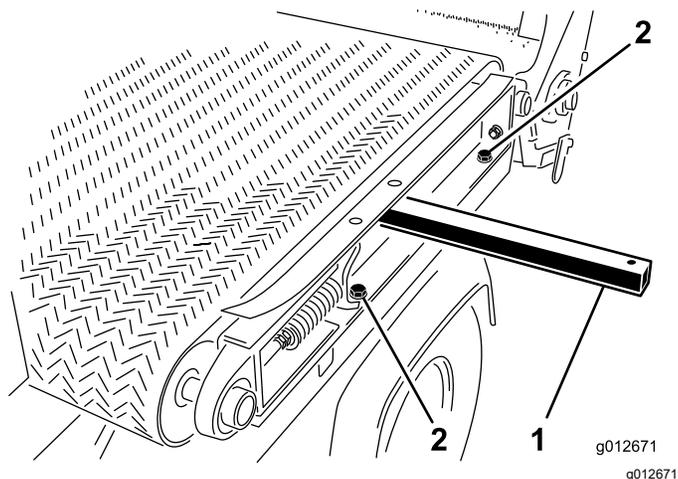

图 35
1. 在机器左侧用在 拆除滑行滚道 \(页码 19\)中卸下的 2 个平头螺丝和 2 个垫圈将滑行机架轨道安装到左挡泥板 图 35 并拧紧螺丝。